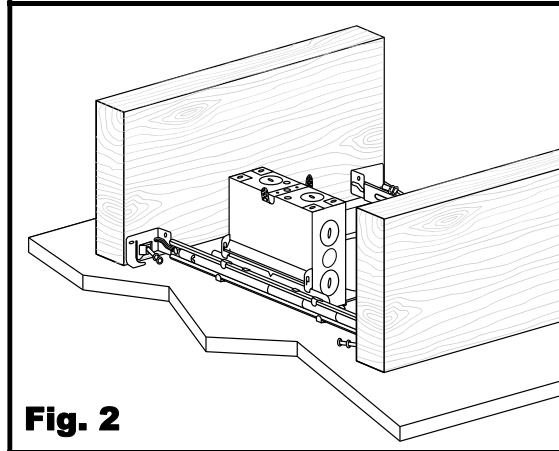

Fig. 2
2. Positionnez le cadre entre les solives. Assurez-vous que les barres de suspension sont dans la bonne position. Le bord inférieur des barres de suspension doit être de niveau avec le bas des solives. [Fig. 2]